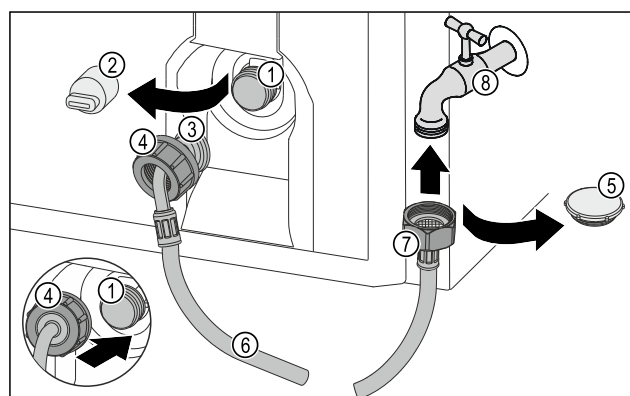

Fig. 33
- Retirer le capuchon de fermeture Fig. 33 (5).
- ▶ Placer l'extrémité de flexible droite *Fig. 33 (7)* sur le robinet d'eau *Fig. 33 (8)*.
- ▶ Serrer l'écrou sur l'extrémité de flexible droite *Fig. 33 (7)* dans le sens des aiguilles d'une montre.